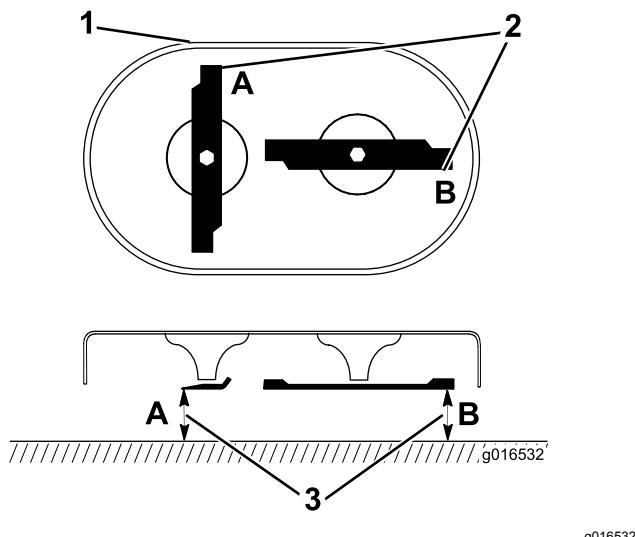

Рисунок 42
- Поверните ножи в положение, показанное на рис. Рисунок 42.
2. Измерения производите от ровной поверхности до режущих кромок в местах **А** и **В** (Рисунок 42) и запишите оба результата измерения.
3. Поверните ножи так, чтобы их противоположные концы находились в позициях **А** и **В** (Рисунок 42).